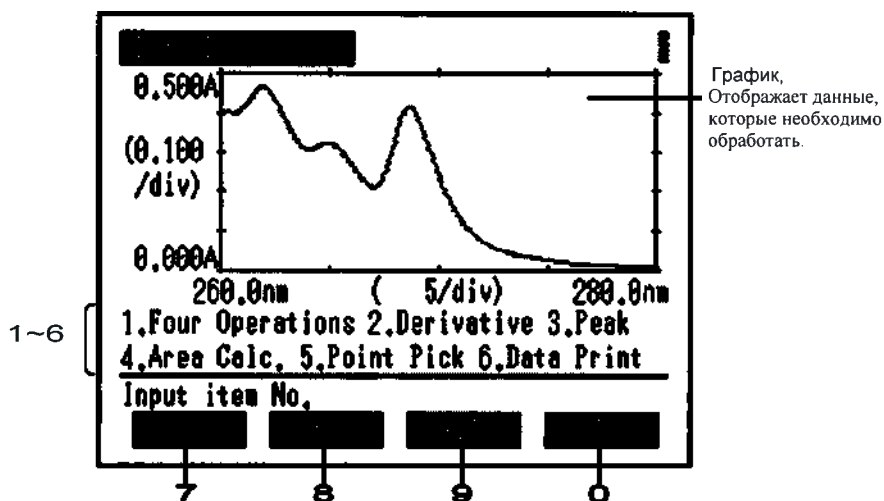
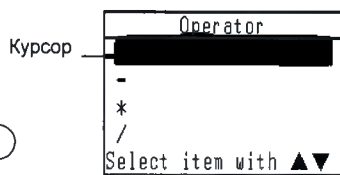

Рис. 13.1 Экран опций обработки данных
Рис. 13.6 Экран выбора арифметического оператора
При нажатии клавиш  или  на экране опций обработки данных (Рис. 13.1) или на экране результата применения операции обработки данных появится полоса прокрутки (Рис. 13.2).
Любые клавиши кроме описанных выше	Полоса прокрутки исчезает и UV-1800 возвращается на экран опций обработки данных (Рис. 13.1)
При нажатии клавиши **F1** [Zoom] на экране опций обработки данных (Рис. 13.1), экран выбора масштаба графика.
- 1 Нажмите клавишу **1** [Four Operations] на экране опций обработки данных (Рис. 13.1.), появится экран выбора арифметического оператора (Рис. 13.6.). Для выбора оператора передвигайте курсор с помощью клавиш **▲** **▼** после выбора оператора нажмите **ENTER**
- 3 После ввода числа нажмите клавишу **ENTER** для выполнения арифметической операции. Нажмите клавишу **RETURN** для возвращения на экран опций обработки (Рис. 13.1) данных
Для возврата на экран опций обработки данных (Рис. 13.1.) нажмите клавишу **RETURN**.
[Исходный]: измеренные или предварительно загруженные данные на экран опций обработки данных (Рис. 13.1)
[(Название файла,)]: графические данные, загруженные на экран опций обработки данных (Рис. 13.1).